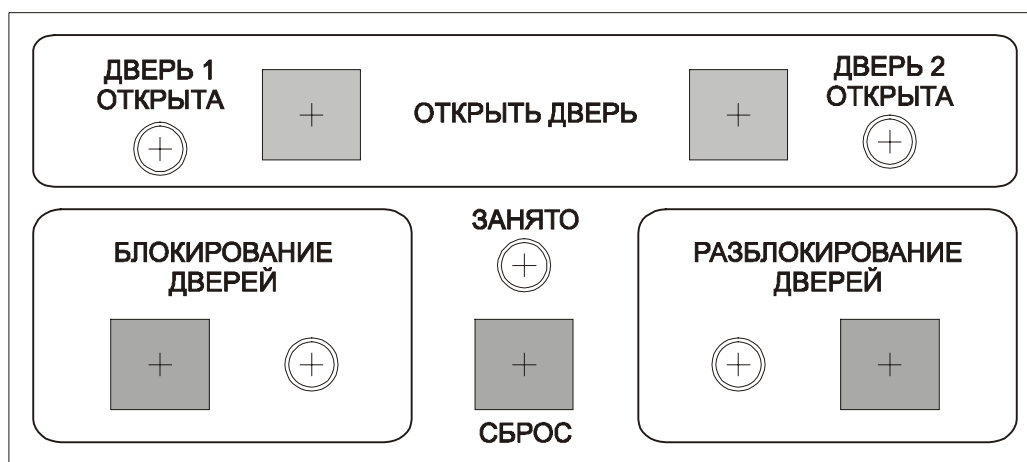

Рис. 1 Пульт ручного управления шлюзом
- Пульт ручного управления шлюзом (ПУ) (см. Рис. 1).